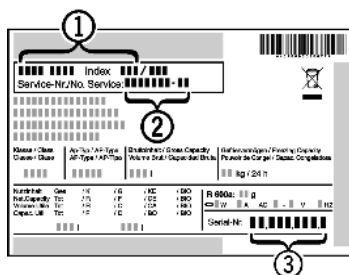

Fig. 16
- ▶ Odczytać z tabliczki znamionowej oznaczenie urządzenia Fig. 16 (1), nr serwisowy Fig. 16 (2) oraz numer seryjny Fig. 16 (3). Tabliczka znamionowa znajduje się po lewej stronie wewnątrz urządzenia.
- ▶ Poinformować serwis i podać opis zakłócenia, oznaczenie urządzenia Fig. 16 (1), nr serwisowy Fig. 16 (2) oraz numer seryjny Fig. 16 (3).